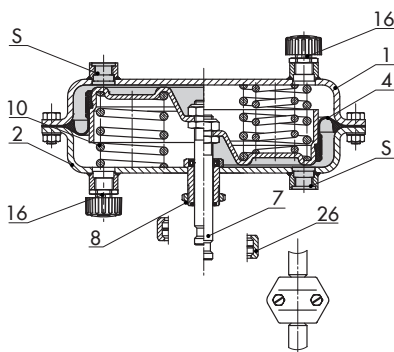
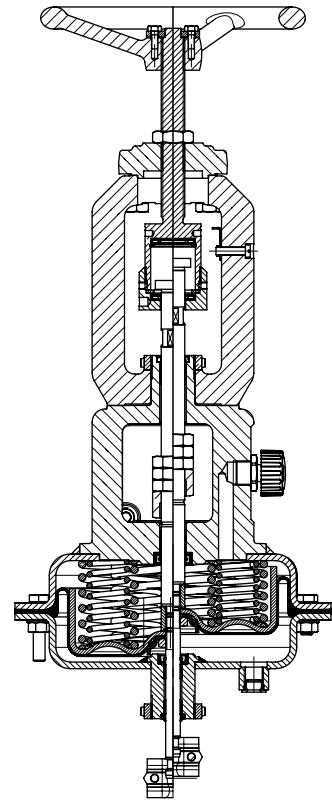

Bild 7: Typ 3271 · rechte Hälfte mit Zusatzfedern
Bild 14: Typ 3271 (175v2 cm²) · Kombinierte Ausführung mit Handverstellung und beidseitiger Hubbegrenzung
- **Typ 3271 oder Typ 3277 · Kombinierte Ausführung mit Handverstellung und beidseitiger Hubbegrenzung** (Bild 14) für Antriebsflächen 175v2 bis 750v2 cm² (nicht für 240 cm²)
Legende zu Bild 7 bis Bild 14